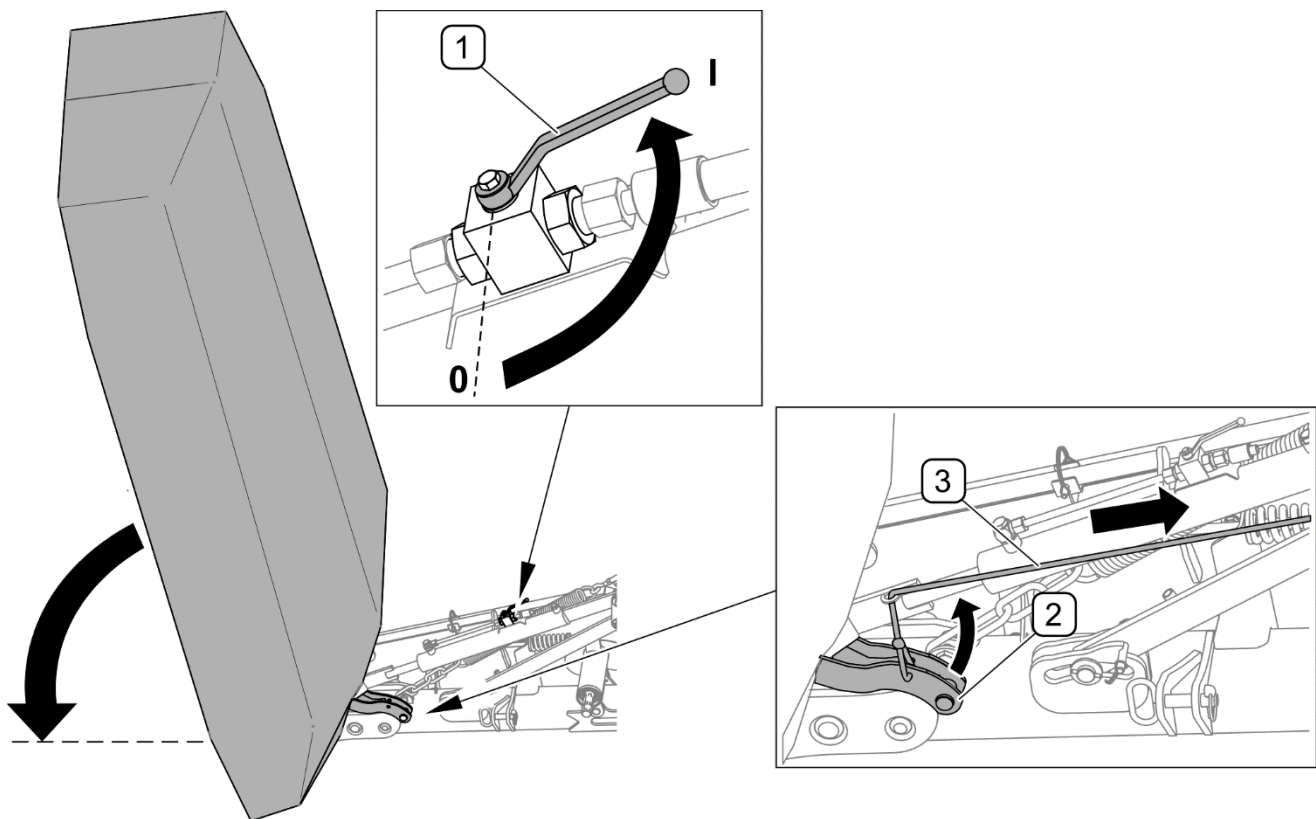

ABBILDUNG 4.8 Einstellen des Mähwerks in die Arbeitsposition
Um das Mähwerk von der Transportposition in die Arbeitsposition (ABBILDUNG 4.8) einzustellen, ist wie folgt vorzugehen:
- Das Ventil (1) des Hydraulikzylinders entriegeln (ABBILDUNG 4.8),
- Die Sperrklinke (2) durch Spannen des Seils (3) entriegeln und durch Steuern des Hydraulikkreises am Schlepper den Tragarm mit dem Schneidwerk absenken, bis der Mähbalken sich ungehindert auf dem Boden abstützt und den Hydraulikkreis des Schleppers in die sog. „Schwimmende Position“ stellen.